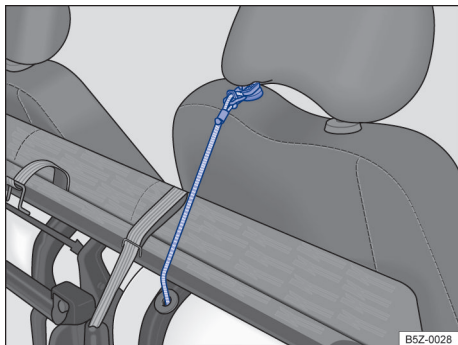

Fig. 60 Cinta elástica vermelha para fixação na haste do apoio para cabeça.
- Localizar a cinta elástica vermelha alojada na parte inferior do assento do banco e, encaixar o gancho dessa cinta na haste do apoio para cabeça do banco do passageiro → Fig. 60, imobilizando o conjunto.
- Soltar o gancho da cinta elástica vermelha da haste do apoio para cabeça → Fig. 60 e, encaixar debaixo do banco traseiro.